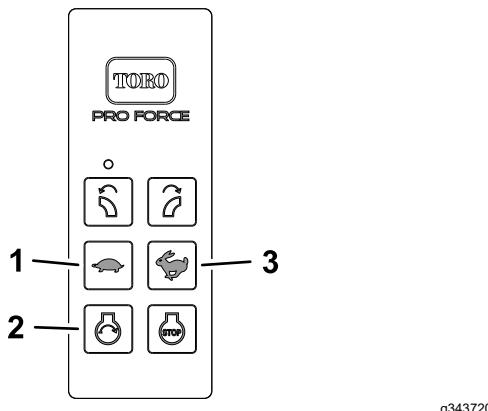

Figure 19
1. Appuyez en continu sur le bouton de DÉMARRAGE DU MOTEUR (Figure 19) de la télécommande portable jusqu'à ce que le moteur démarre.
3. Ajustez le régime moteur avec la télécommande portable en appuyant sur le bouton de HAUSSE ou de BAISSE du régime moteur (Figure 19).